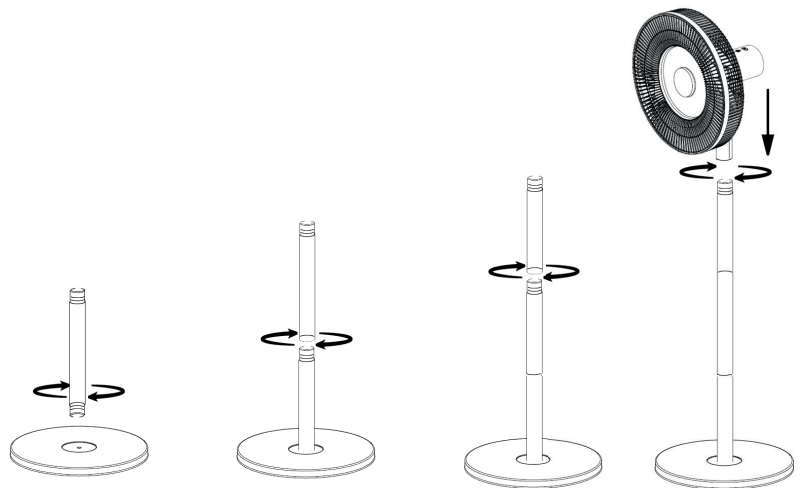

Fig. 1
1. Estraete i componenti dalla confezione. Installare il tubo verticale (in basso-al centro-in alto) seguendo i passaggi indicati di seguito. (Fig. 1 mostrata)